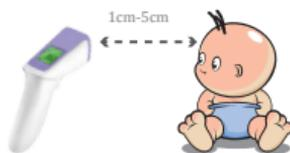

Abb. 2: Messposition und Abstand
- Das Thermometer wird zur Messung der Körpertemperatur auf die Stirnmitte gerichtet (über und zwischen den Augenbrauen). Halten Sie den Messabstand ein. Drücken Sie die ON/scan-taste. Die Temperatur wird sofort angezeigt (siehe Abb. 2).
| | Falsche Testposition. | See Abb. 2 Messposition und Abstand. |